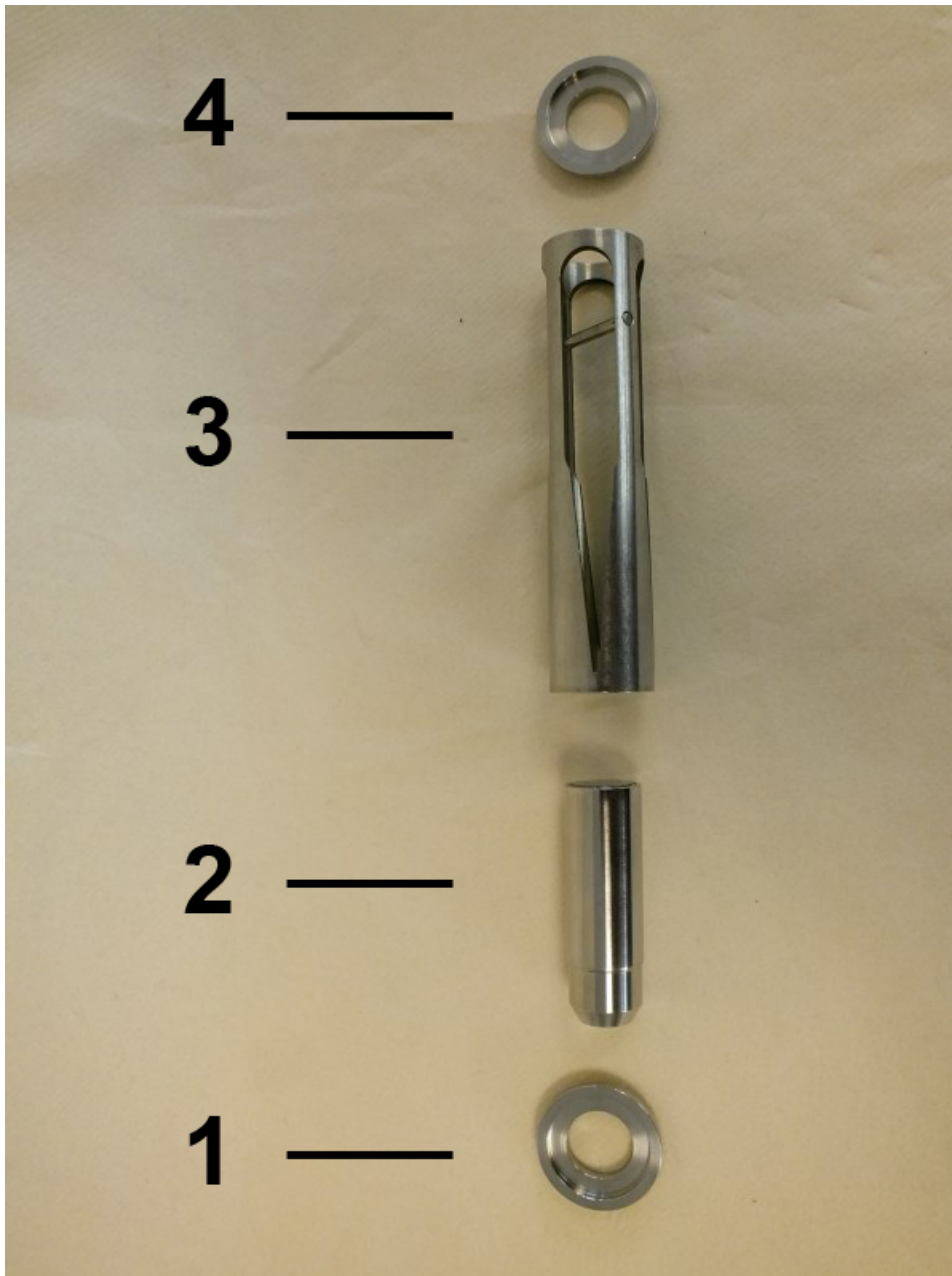

Abb. 45: Innenteile DWM
5. ➤ Zentrierscheibe (Eingang) (Abb. 45/1), Schwebekörper (Abb. 45/2), Schlitzdüse (Abb. 45/3) und Zentrierscheibe (Ausgang) (Abb. 45/4) als Innenteile des Strömungswächters